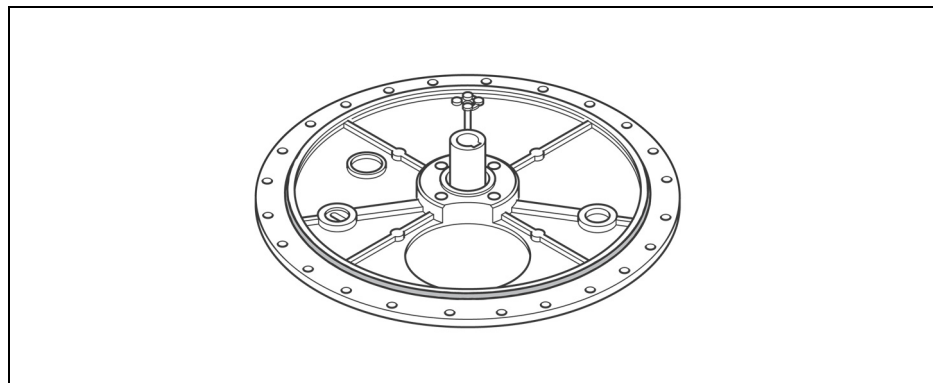

图 15 分接开关头盖的密封垫
2. 注意开关头盖密封垫（圆形橡胶密封垫），**图 15**）。